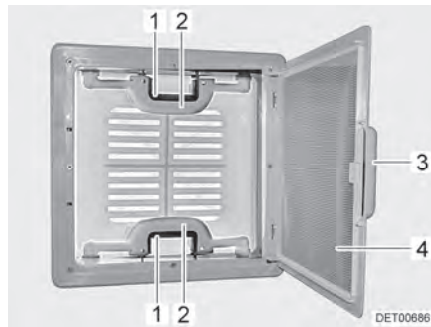

Fig. 51 Oblò a scatto
- Tirare la maniglia (Fig. 51,3).
- Ribaltare la protezione contro gli insetti (Fig. 51,4) verso il basso.
- Premere la chiusura a scatto (Fig. 51,1) verso l'interno dell'oblò. Premere contemporaneamente verso l'alto l'oblò con la maniglia (Fig. 51,2).
- Spingere la protezione contro gli insetti (Fig. 51,4) verso l'alto finché non si innesta.
- Tirare con forza verso il basso le due maniglie (Fig. 51,2) dell'oblò, fino a quando non scattano entrambe le chiusure (Fig. 51,1).